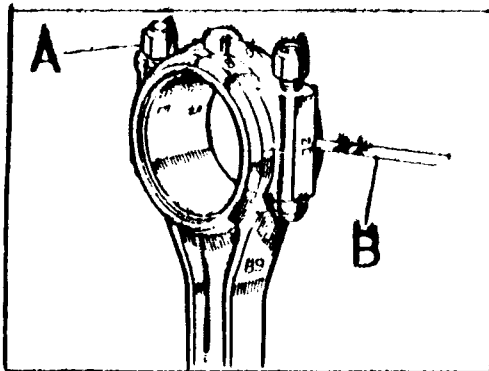

Fig. A3-92 Comprobación del huelgo de la tapa del cojinete
6.1. Instalar los semicojinetes, apretar las tuercas a la tensión correspondiente, aflojar una de ellas y comprobar la separación entre las juntas de unión - - (Fig. A3-92). Esta separación debe ser de 0,10 a 0,20 mm.